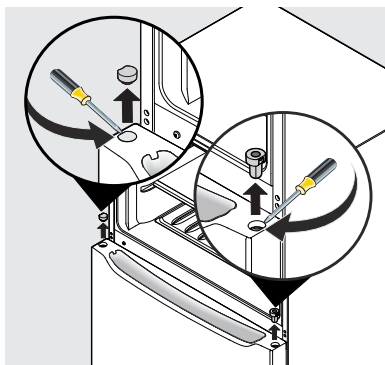

Figura 5
- Haciendo fuerza con un destornillador recto, saque el cojinete de la bisagra central de la parte superior de la puerta del frigorífico (ver Figura 5).
- Haciendo fuerza con un destornillador recto, saque el tapón del cojinete de la bisagra central del lado contrario de la puerta del frigorífico (ver Figura 5).